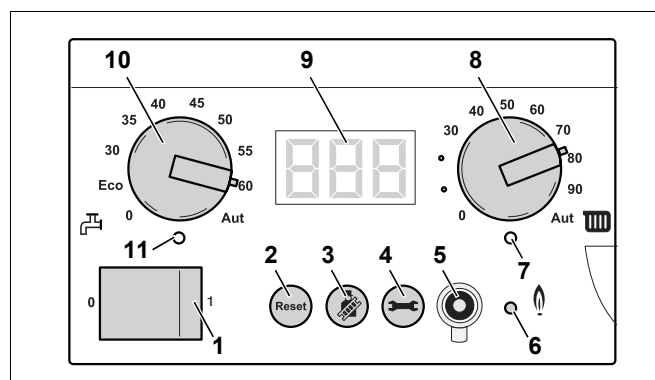

Fig. 87 Controler de bază BC10
- Opriți instalația de încălzire cu comutatorul de funcționare al controlerului de bază BC10 (Fig. 87, **Poz. 1**).
- Porniți instalația de căldură cu comutatorul de funcționare al controlerului de bază BC10 (Fig. 87, **Poz. 1**).
- Apăsăți tasta "Coșar" (Fig. 87, **Poz. 3**) și țineți-o apăsată (circa două secunde), până când apare punctul în dreapta jos pe display (Abb. 87, **Poz. 9**). Vezi pentru aceasta Tab. 9, "Testul gazelor de evacuare", pagina 45.
- După ce se aprinde LED-ul "Arzător" (Fig. 87, **Poz. 6**) așteptați un minut până ce cazanul de încălzire arde la sarcină totală.
- Apăsăți tasta "Coșar" (Fig. 87, **Poz. 3**) ca să încheiați măsurarea. Vezi deasemenea. 9, "Testul gazelor de evacuare", pagina 45.